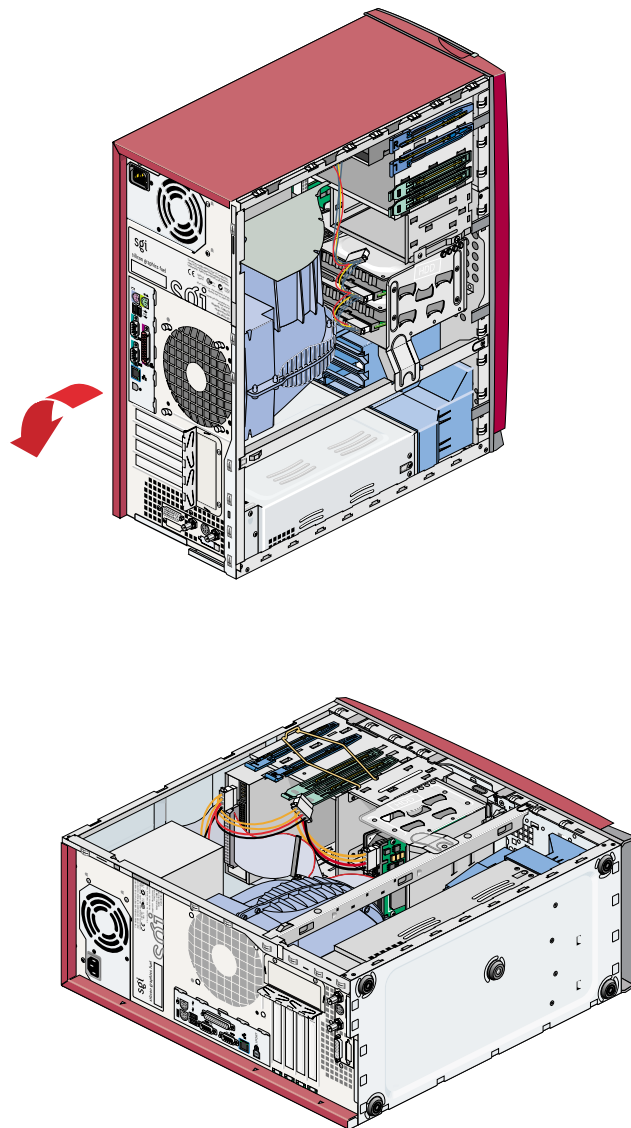

図 4-5 システム筐体を横にする
5. 図 4-5 に示すように、右側を下にしてシステムを横にします。これにより、ワークステーションの内部コンポーネントにアクセスしやすくなります。